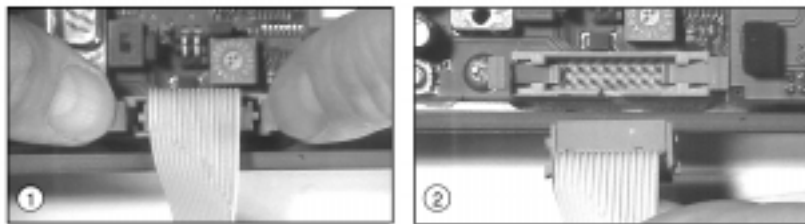

Figure 6.11 : Détachement du câble plat dans le MA 10
- Appuyez avec précaution en même temps sur les deux leviers d'arrêt du connecteur du câble plat, comme indiqué à la Figure 6.11 dans la partie ①, afin de débloquer la fiche.
Le câble est maintenant libre (② Figure 6.11) et vous pouvez enlever la partie comprenant l'électronique et les bornes d'alimentation pour effectuer le branchement sans être gêné.